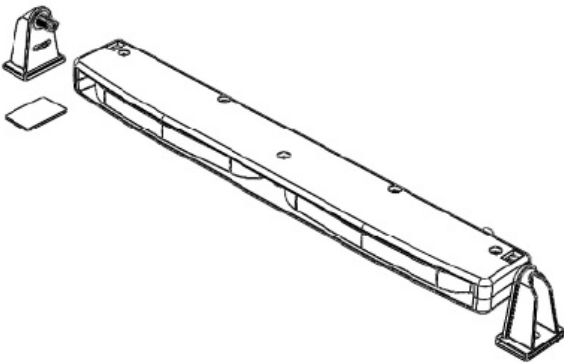

FIGURA 6
2. Instale el soporte de la cubierta como se muestra en la figura 6. Apriete la tuerca con la mano suavemente.